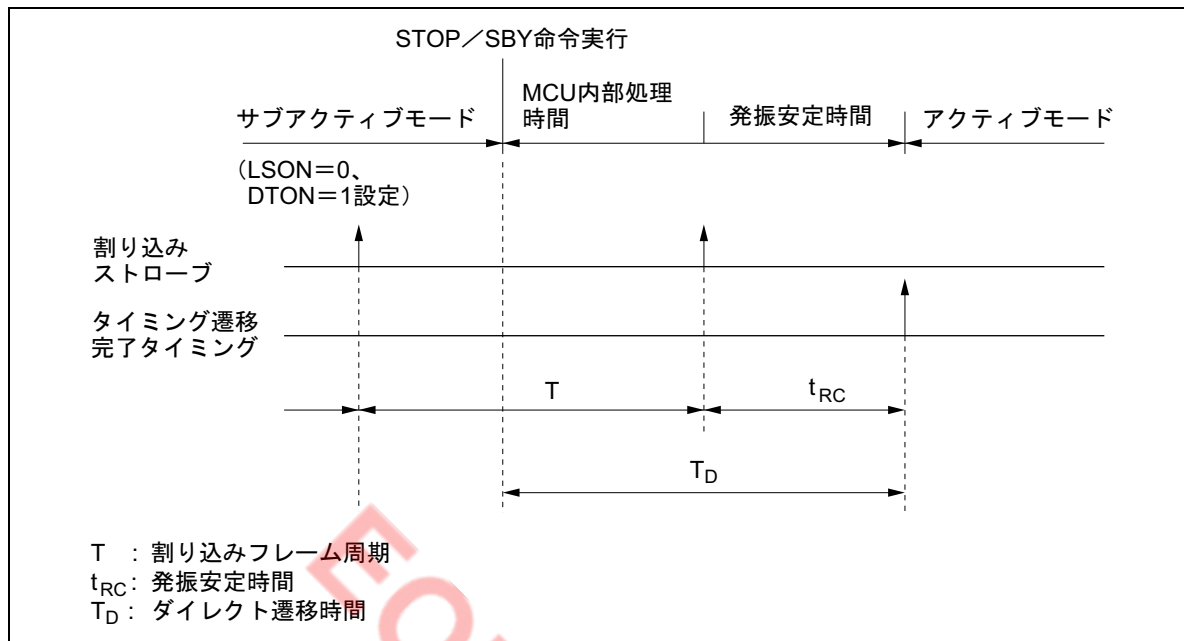

図 18 ダイレクト遷移タイミング
- ① サブアクティブモードにおいて、LSON="0"かつ DTON="1"に設定します。
- ② STOP または SBY 命令を実行します。
- ③ MCU は、サブアクティブモードから MCU 内部処理時間、および発振安定時間を確保した後、自動的にアクティブモードへ遷移します (図 18)。